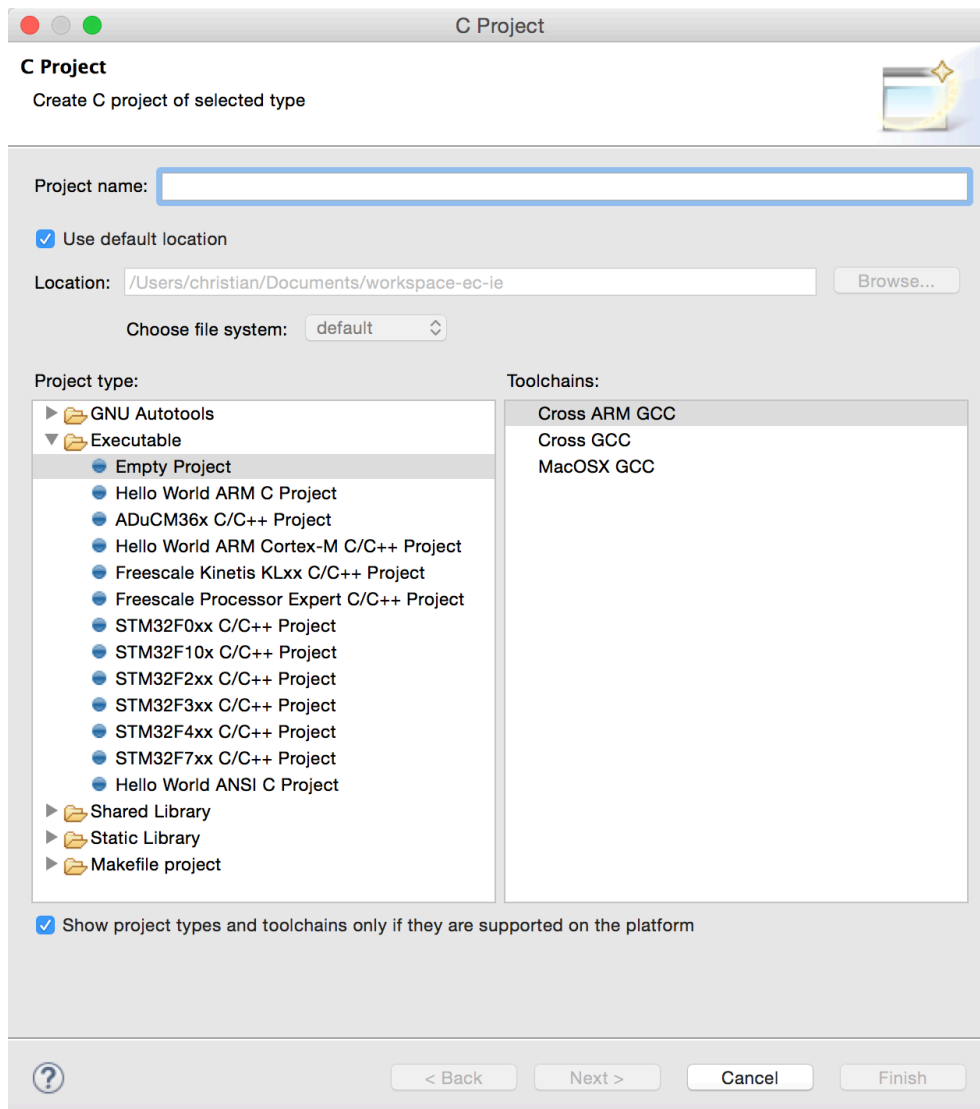
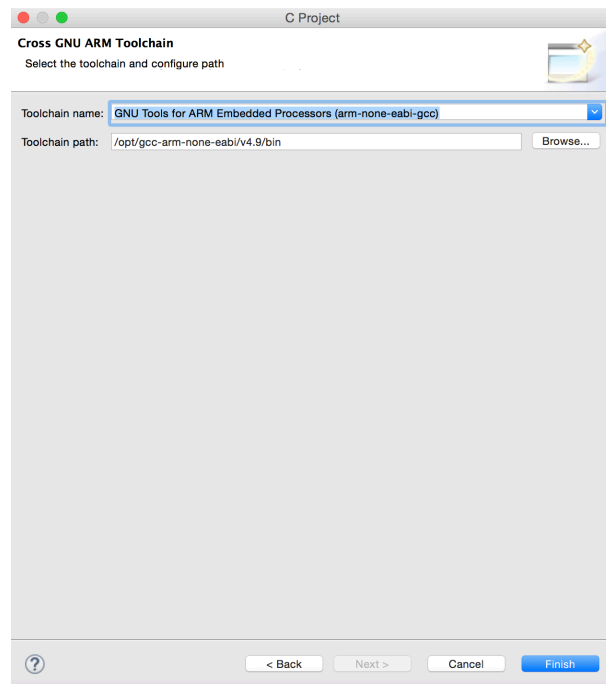

Figura 3.4: Ventana de creación de C project de tipo GNU ARM.
Figura 3.5: Ventana de selección del toolchain a utilizar.
4. Para crear el proyecto seleccionamos **File**→**New**→**C Project**, con lo que se abrirá una ventana como la de la Figura 3.4. Como indica la figura, seleccionamos las opciones **Executable**, **Empty Project** y **Cross ARM GCC**. Elegimos el nombre del proyecto y pulsamos dos veces **Next**. Aparecerá una ventana similar a la de la Figura 3.5, y seleccionamos la ruta donde está instalado el toolchain **arm-none-eabi-gcc** en nuestro equipo. Finalmente pulsamos **Finish** y tendremos el proyecto vacío visible en el explorador de proyectos.